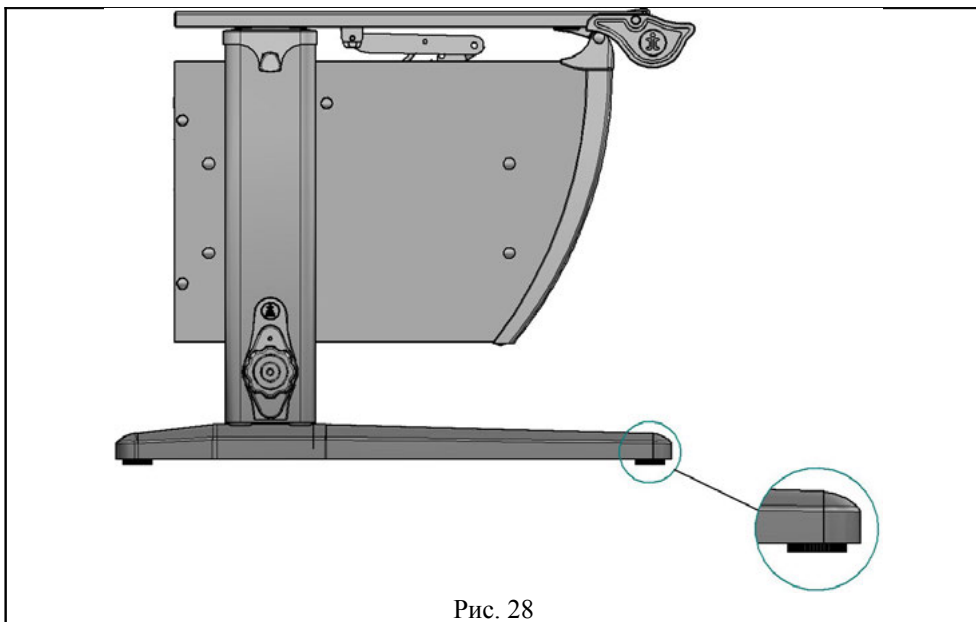

Рис. 28
- 6.1. Стол следует устанавливать на ровную горизонтальную поверхность, обеспечивающую опору всех ножек, при необходимости отрегулировать стол ножками (см. рис. 28) до горизонтального положения столешницы.